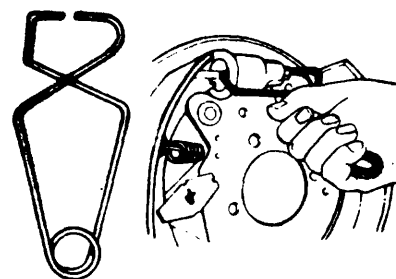

Fig. 3
- c Asegure los pistones de los cilindros de freno con la pinza resorte (fig. 3).